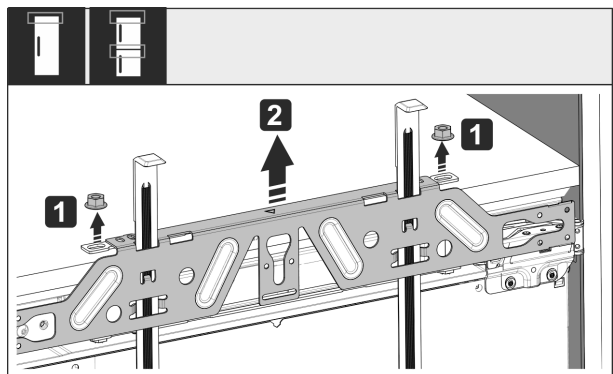

Fig. 49
- Desserrer les contre-écrous Fig. 49 (1).
- Retirer la traverse de fixation Fig. 49 (2).